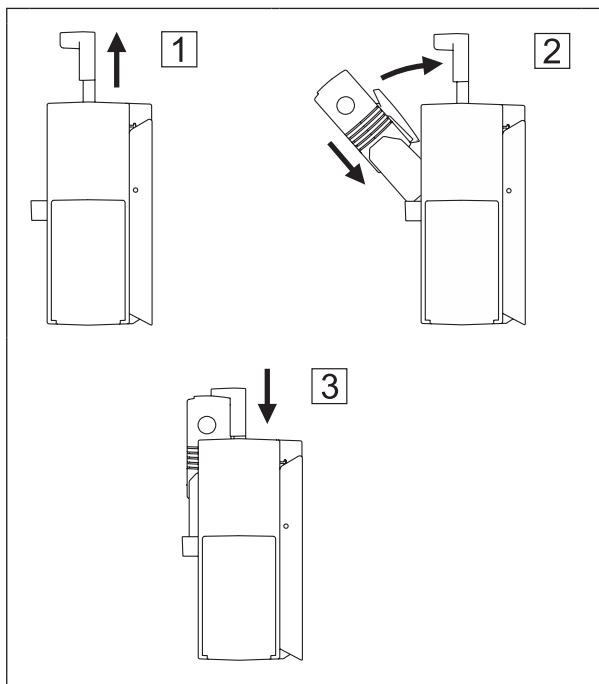

Fig. 14: Colocar o aparelho no equipamento de ensaio
1. Puxe o bloqueio para cima, até ao batente (fig. 14 [1]).
2. Coloque o aparelho com o bordo inferior dianteiro no respetivo suporte. Incline o aparelho para trás (fig. 14 [2]).
3. Empurre o bloqueio totalmente para baixo (fig. 14 [3]).